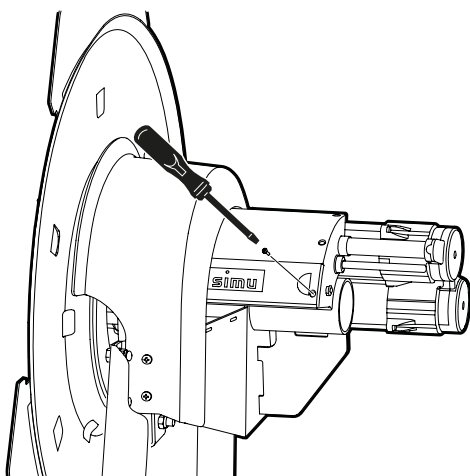

Fig. 6
1. Klappe öffnen, siehe Fig. 6.